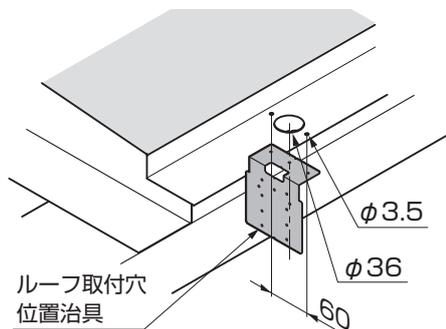

図12-84 A部詳細図
- ①ルーフ取付穴位置治具を樋にあて、ポンチ等でケガキφ3.5、φ36の穴を樋下部にあけてください。(図12-84参照)
- ②アタッチメントパッキン、雨樋アタッチメントを樋に【8-1】で取付けてください。
- ③加工したボード天井材を取付けてください。
- ④縦樋の長さを調節して、ドレンエルボ、92°エルボを取付けてください。